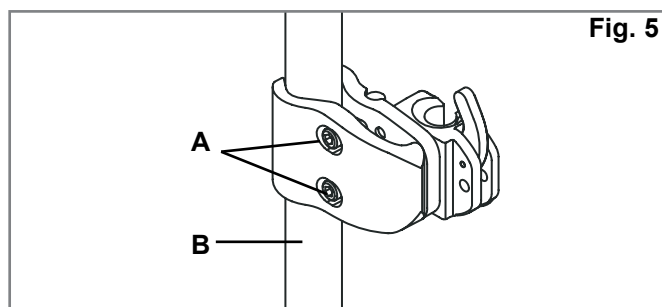

Fig. 5
3. Placez les fixations. (Fig. 5)
- a. Desserrez les vis de serrage (A) avec la clé hexagonale de 4 mm fournie. REMARQUE – si le diamètre des montants est important, il sera éventuellement nécessaire d'enlever complètement les vis de serrage.
- b. Placez et alignez les fixations sur les montants du dossier du fauteuil (B).
- c. Serrez les vis de serrage (A) à la main. REMARQUE : vous devrez peut-être régler les fixations également latéralement pour être sûr qu'elles sont bien alignées.